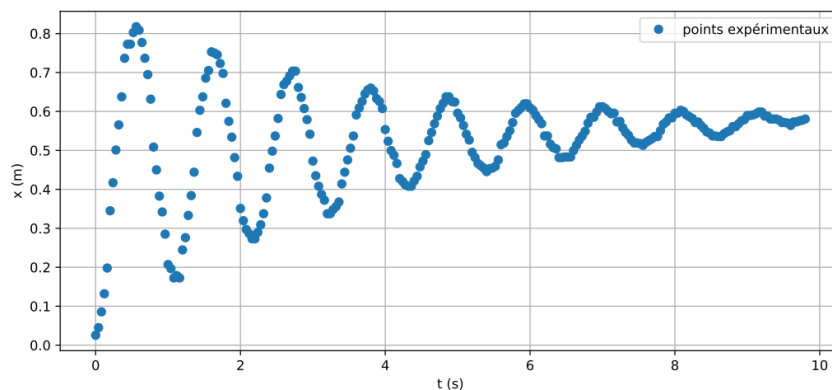

Figure 2 : données issues d'un pointage vidéo. L'échelle des x est approximative, celle des t est précise.
Un pointage vidéo réalisé sur une expérience est montré sur la **figure 2**. L'amortissement de la courbe $x(t)$ montre qu'il y a présence de dissipation (frottements solides ou fluides, échanges thermiques entre le gaz et le récipient, non uniformité de la pression, amortissement d'ondes acoustiques...). L'objectif de cette partie est de modéliser cette courbe, sans chercher à comprendre le détail du processus de dissipation.
11. En vous aidant de la figure 2, et sans faire de calculs, donner en justifiant une valeur approchée de Q . Préciser le type de régime dans lequel se trouve le système.